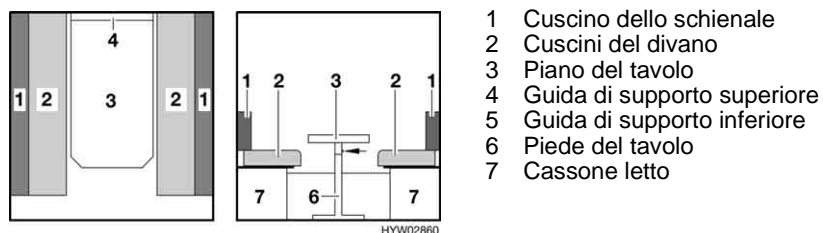

Fig. 48 Prima della trasformazione
- Sistemare i cuscini del divano (Fig. 48,2).
- Sollevare leggermente il piano del tavolo in avanti (Fig. 48,3).
- Sbloccare il piede del tavolo (Fig. 48,6) dall'elemento di fissaggio e ribartarlo verso l'alto sul lato inferiore del tavolo.